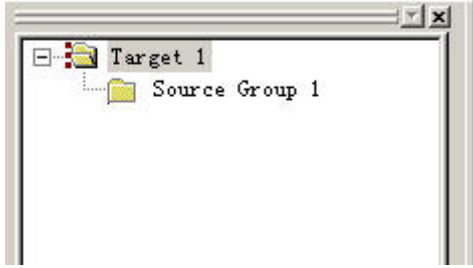

图1-14 添加C语言文件到目标工程
1. 单击图 1-12 中的“+”，将出现图 1-14 所示的列表；